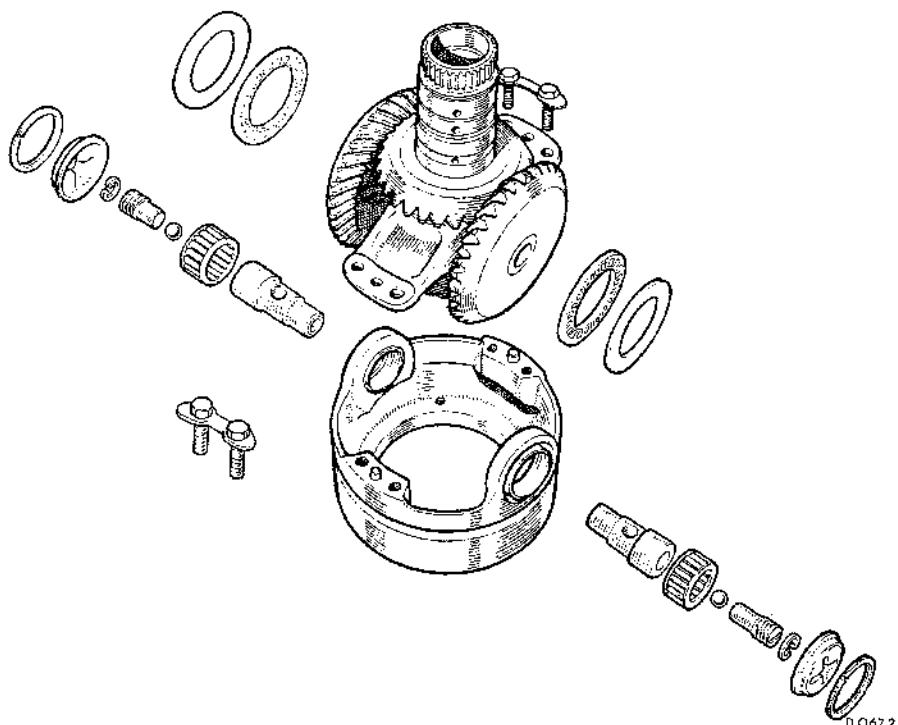

Fig. Fa.43
- (15) Desarmar el conjunto, asegurándose de que todos los componentes se mantienen en su posición respectiva para el rearmado (ver Fig. Fa.43).